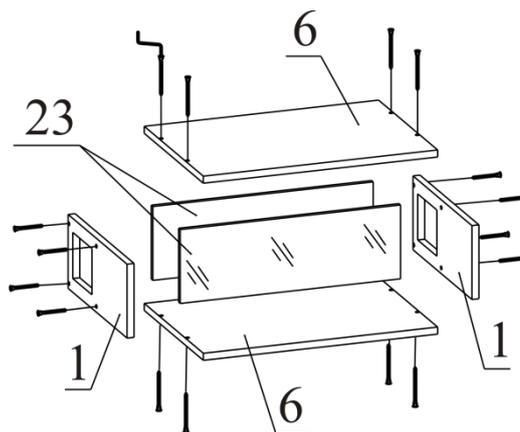

Рисунок 2
2. С помощью евроинтов 50мм прикрутите детали (поз. 23) к деталям (поз. 1). См. рисунок 2.
3. К собранной конструкции прикрутите детали (поз. 6) евроинтами 70мм. См. рисунок 2.